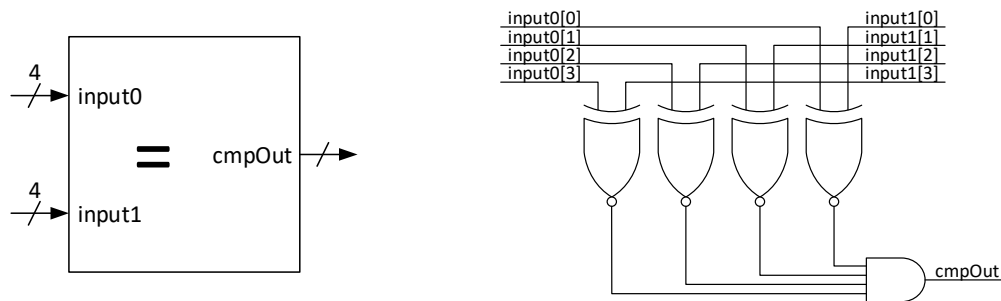
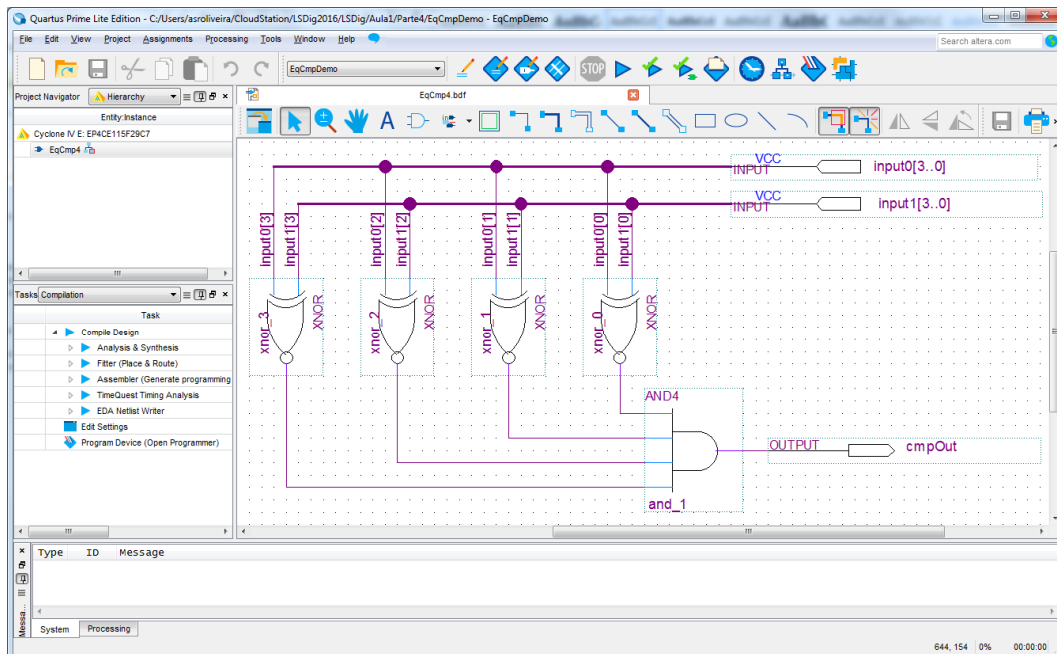

Figura 59 – Diagrama lógico do comparador de igualdade de palavras de 4 bits.
Figura 60 – Diagrama lógico do comparador de igualdade de palavras de 4 bits com interligação e identificação dos diversos elementos do circuito.
2. Crie um novo ficheiro para um diagrama esquemático, chamado "EqCmp4.bdf", para implementar um comparador de igualdade de palavras de 4 bits (Figura 59). No final da edição do esquema lógico, o circuito deve ser semelhante ao da Figura 60. Utilize os componentes "xnor" e "and4" da biblioteca do "Quartus Prime" acessível através do "Symbol Tool".